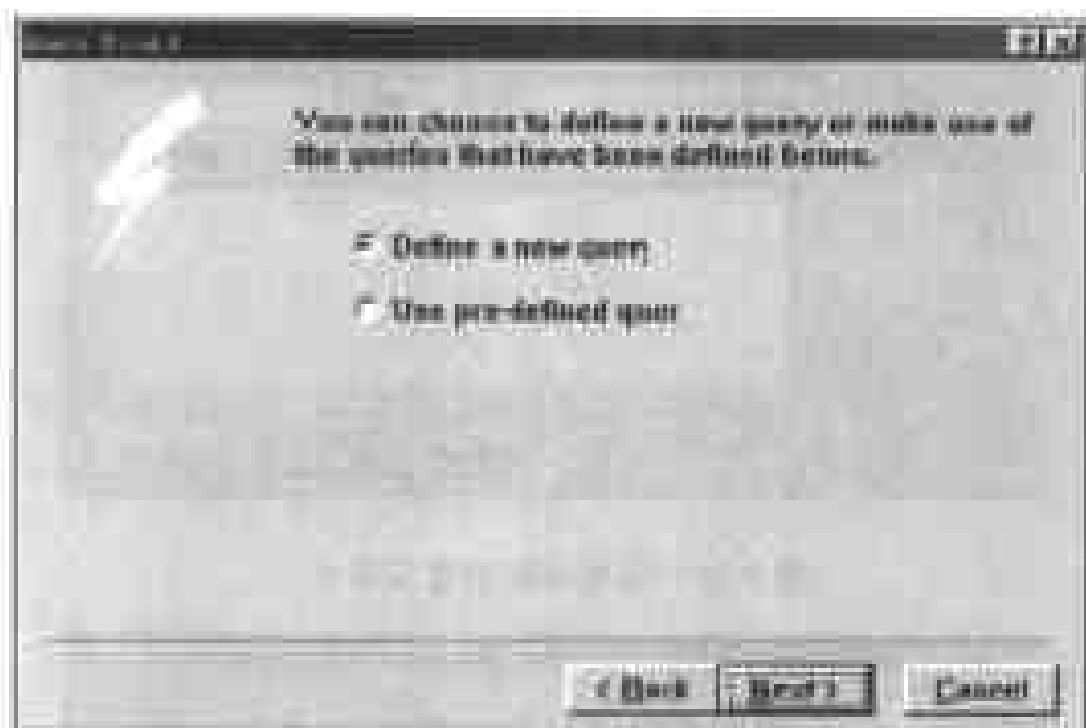

图 7-34 定义所要选取的对象的对话框
- (2) 在此对话框中显示了欢迎使用选择向导功能的欢迎词,单击 Next 命令按钮,打开下一个对话框,如图 7-34 所示。